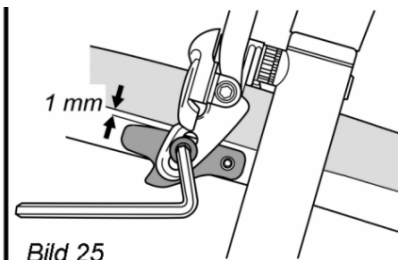
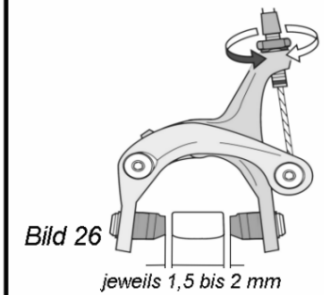

Bild 25
Bild 26
- Einstellungs-Korrekturen werden mit einem Innensechskantschlüssel an der Schraube zur Bremsgummi-Befestigung vorgenommen, **Bild 25**.
Der Abstand zwischen Bremsgummi und Felge sollte jeweils im Bereich von 1,5 bis 2 mm liegen, **Bild 26**.
- Überprüfen Sie die Einstellung der Bremsgummis (**Bild 25 und Bild 26**).